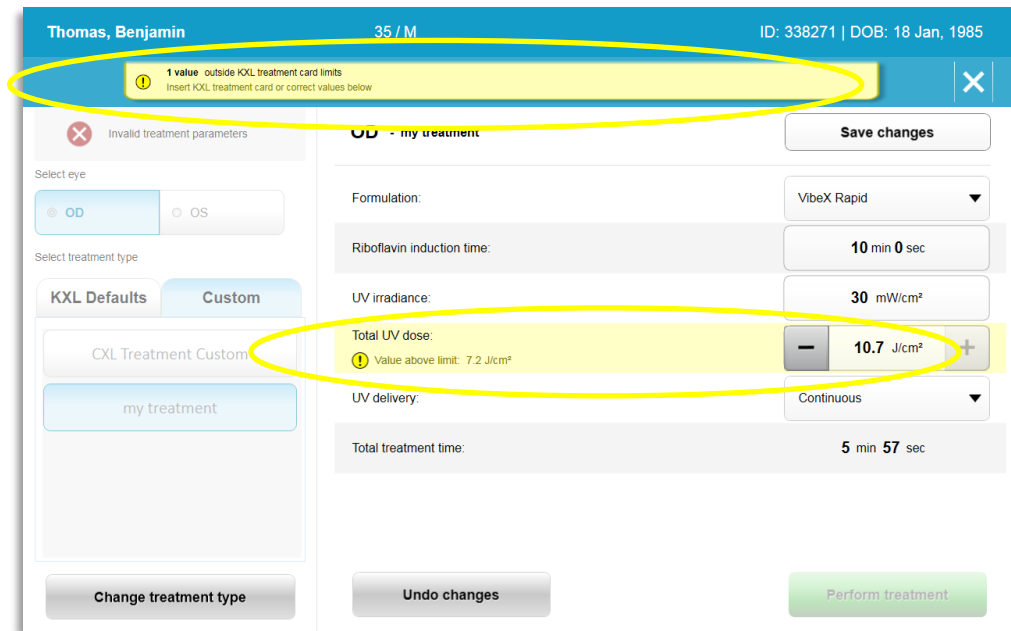

Abbildung 3-15. Ungültige Behandlungsparameter
- o Wenn keine Behandlungen mehr auf der Karte verfügbar sind, fordert das System den Anwender auf, eine andere Karte einzustecken (siehe Abbildung 3-15).